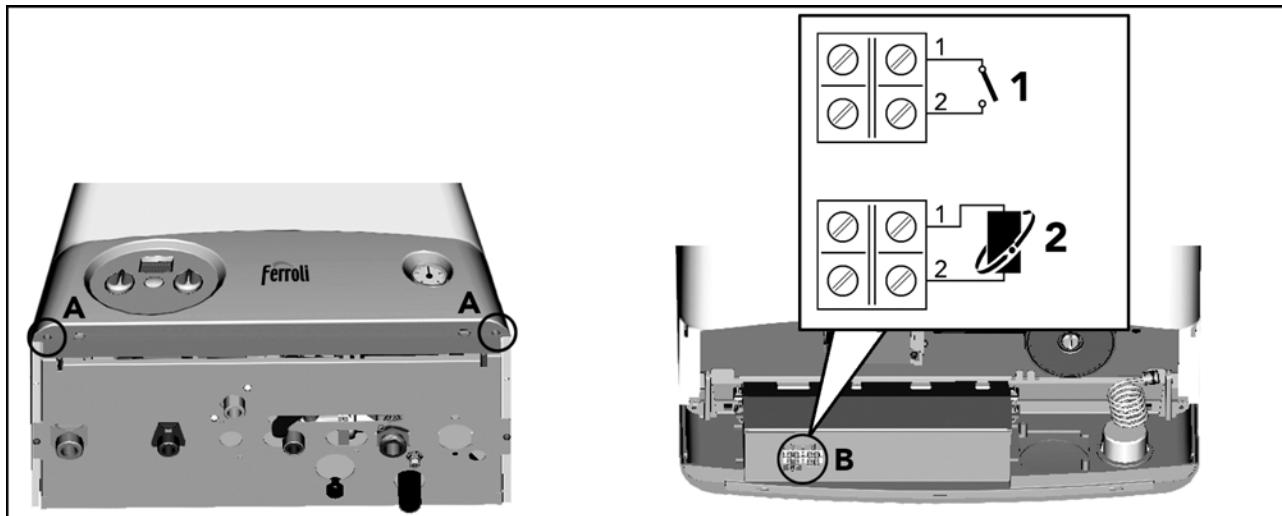

рис. 8 - Доступ к клеммной коробке
Для доступа к клеммной коробке, к которой следует подключать термостат температуры воздуха в помещении поз.1 рис. 8 или устройство дистанционного управления с таймером поз.2 рис. 8, выполните следующие операции:
1. Отвинтите оба винта "A" (рис. 8)
3. Разверните панель управления (рис. 8)
- Теперь открыт доступ к клеммной коробке "B" (рис. 8)